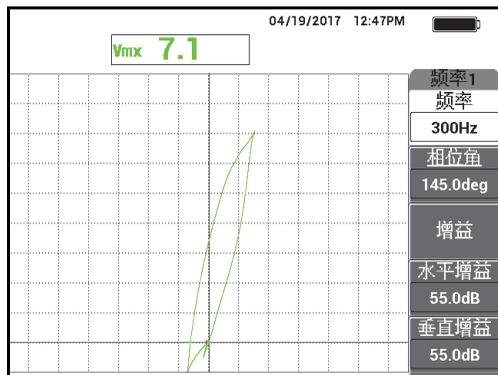

图 5-235 60 % 壁厚减薄凹槽的扫查信号
2. 只对 60 % 壁厚减薄的缺陷慢慢地扫查，根据要求按“清屏”脚踏开关，以清除屏幕上的内容。当 NORTEC 600 仪器屏幕上出现了缺陷的信号时，按冻结键（）（参见第 276 页的图 5-235）。